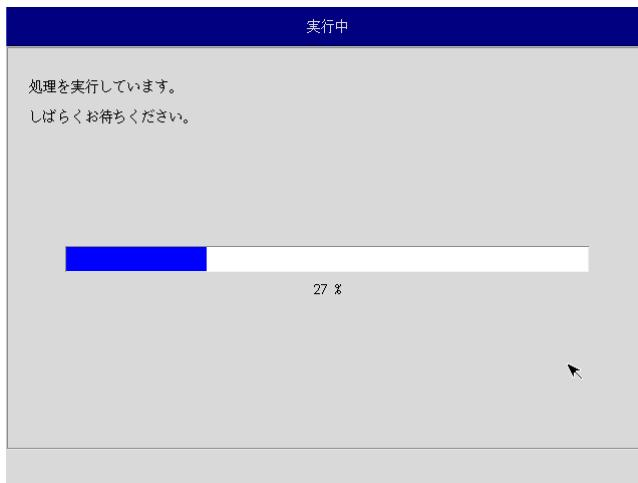

図6-4-5. 実行中画面
- ⑩ 実行中画面（図6-4-5）が表示され、処理が開始されます。実行中はDVDドライブ、保存メディアを外さないでください。また、電源を落とさないようにしてください。